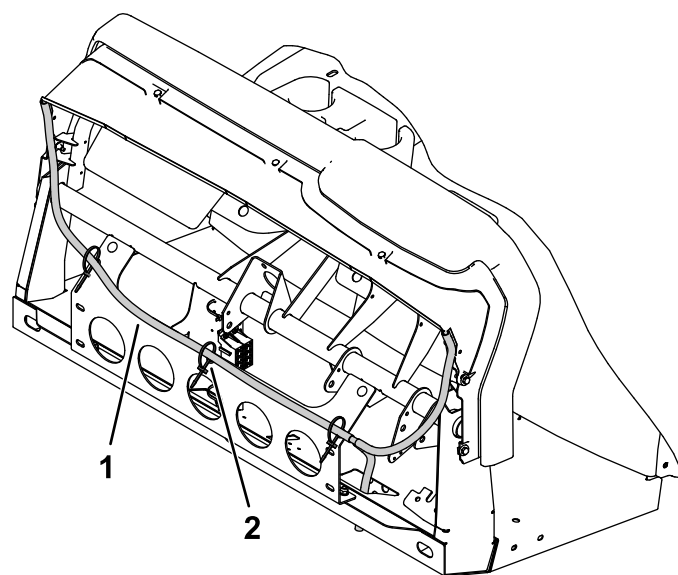

Figura 43
5. Partendo dal lato del passeggero, dirigete il tubo trasparente collegato in basso, attraverso la pedana della macchina (con il pedale della frizione) sino al lato del conducente della macchina (Figura 43).
6. Assicurate il tubo trasparente collegato con i 3 supporti di fissaggio magnetici e le 3 fascette per cavi (Figura 43).